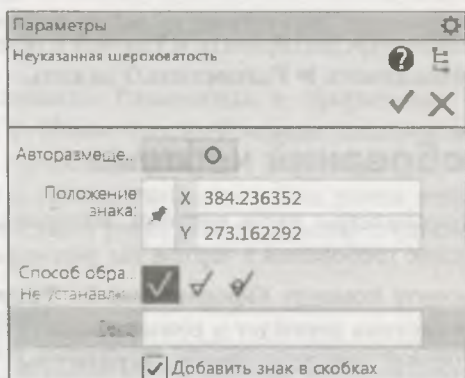

Рис. 14.11. Панель **Параметры: Неуказанная шероховатость**
- ♦ вызовите команду **Оформление ► Неуказанная шероховатость ► Задать/Замени**ть. На панели **Параметры: Неуказанная шероховатость** (рис. 14.11) появились элементы управления (см. табл. 14.2), а в правом верхнем углу фантом обозначения;